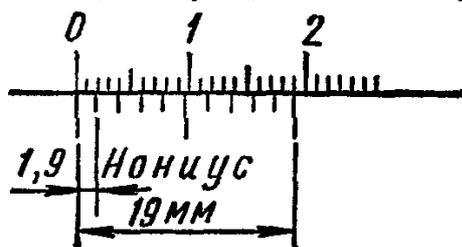

Рис. 2. Нониус
- освоить устройство нониуса штангенциркуля (рис. 2): длина нониуса 19 мм разделена на 10 равных частей. Одно деление нониуса равно $19:10=1,9$ мм, это на 0,1 мм меньше целого числа миллиметров.